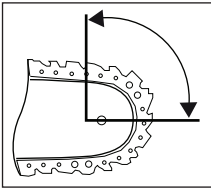

Abb. 1
- Eine Berührung mit der Schienenspitze kann in manchen Fällen zu einer unerwarteten, nach hinten gerichteten Reaktion führen, bei der das Schwert 16 nach oben und in Richtung der Bedienperson geschlagen wird (siehe Abb. 1).